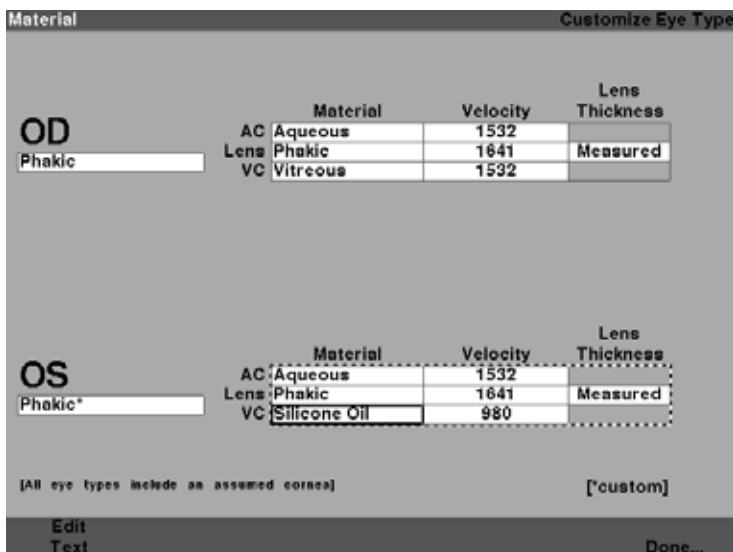

Figura 7-5 Celda de material de CV modificada
- Presione el control giratorio o el botón \checkmark para guardar el material de CV seleccionado y desactivar el campo. Observe que el nombre del tipo de ojo en la Figura 7-5 a continuación, ahora va seguido de un asterisco (*) que indica que es un tipo de ojo personalizado.